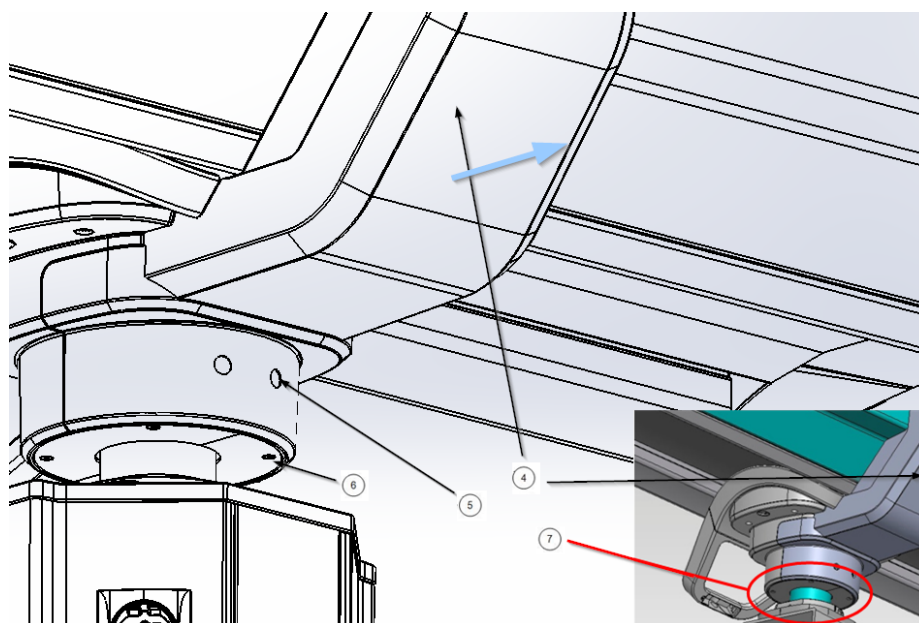

Fig.11 Démontage de la garniture arrière
- Dévisser les vis à tête cylindrique ⑥ fixant les plaques de garniture ⑦ et les vis à tête cylindrique fixant la partie inférieure de la garniture arrière, comme indiqué dans la figure 11.
- Retirez la garniture arrière ④.